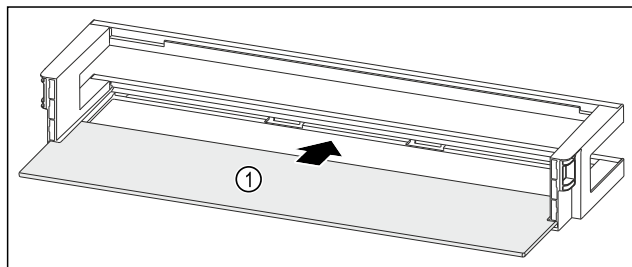

Fig. 262 Balconnet de contre-porte avec tablette de rangement
- Insérer la tablette de rangement Fig. 262 (1) dans les évidements latéraux.